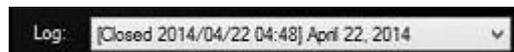

图 5.4-2：关闭一条记录
3. 记录文件的文件名将被自动更改为“Closed”并附带它被关闭时的日期 (图 5.4-2)